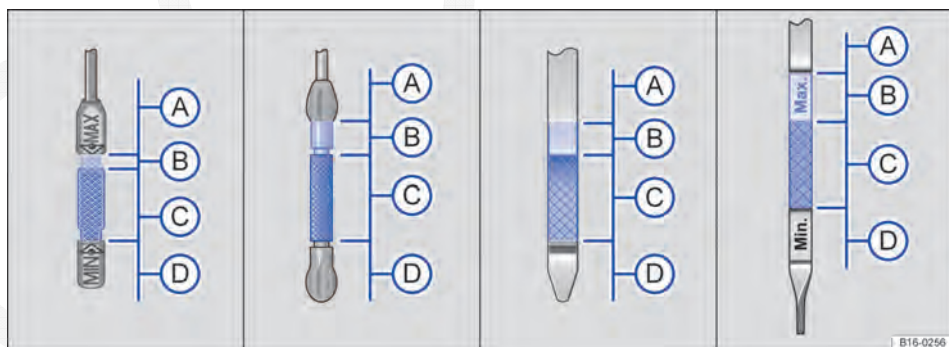

Fig. 189 Vareta de medição do óleo com marcas de nível do óleo do motor.
7. Retirar novamente a vareta de medição do óleo do motor e ler o nível no óleo do motor na vareta de medição ⇒ Fig. 189 da seguinte maneira:
- (A): **não dar a partida** no motor ⇒ ①. Procurar auxílio técnico especializado.
- (B): **não** reabastecer com óleo ⇒ ①. Continuar com a etapa 15.
- (C): o óleo pode ser reabastecido dependendo do nível de óleo do motor. Continuar com a etapa 8 ou 15.
- (D): reabastecer **obrigatoriamente** com óleo (aproximadamente 1,0 l). Continuar com a etapa 8.
12. Verificar novamente o nível do óleo do motor na vareta de medição do óleo antes de reabastecer mais uma pequena quantidade de óleo do motor. Nunca reabastecer com óleo do motor em excesso ⇒ ①.
13. O nível do óleo do motor depois do reabastecimento de ficar no mínimo no meio da área ⇒ Fig. 189 (C). Ele não deve ficar acima de (C) na área (B) e jamais deve ficar na área (A) ⇒ ①.
Em caso de alta demanda do motor, o nível do óleo do motor deve estar na área permitida ⇒ Fig. 189 , como, por exemplo, em longas conduções por estradas durante o verão, na condução com reboque ou durante travessias de montanhas.